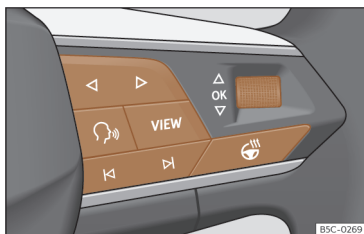

Fig. 10 Lado direito do volante multifunções: botões para utilizar os menus e as indicações informativas do painel de instrumentos (segundo versões).
Enquanto existir uma advertência com prioridade 1 >>> **Página 24**, não será possível aceder a nenhum menu. Algumas advertências podem ser confirmadas e ocultadas com o botão **OK** do volante multifunções >>> **Fig. 10**.
- Se aparecer uma mensagem ou o pictograma de um veículo, pressione o botão **OK** >>> **Fig. 10**; se for necessário, várias vezes.